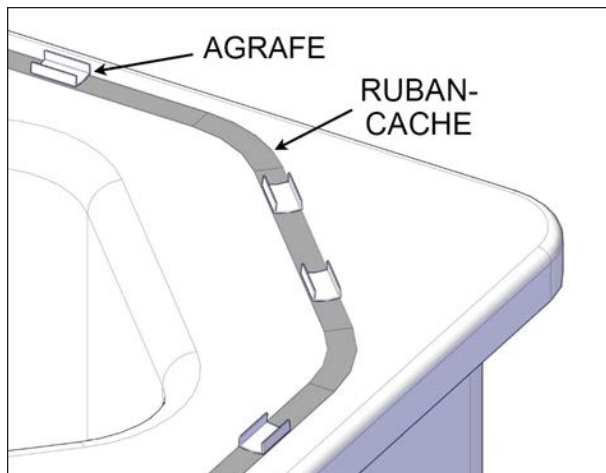
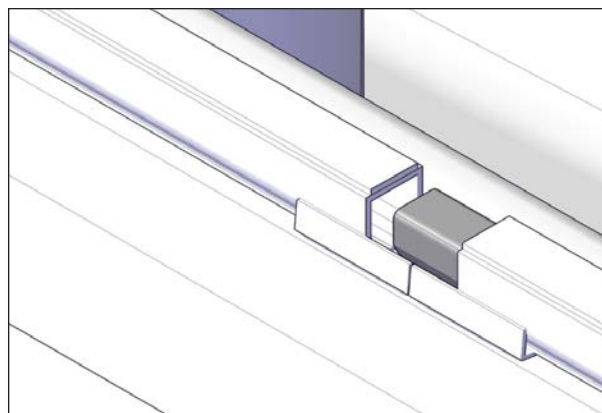
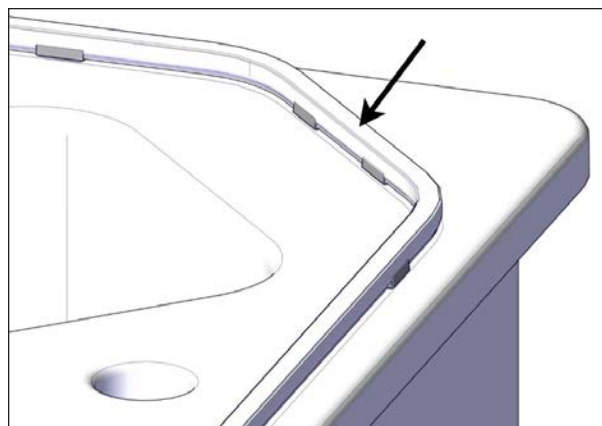

FIGURE 54: AGRAFES ET RUBAN-CACHE
FIGURE 55: CONNEXION DU JOINT
FIGURE 56: INSTALLATION DU JOINT
4. Poser le ruban-cache tout autour du spa à l'endroit où le joint d'étanchéité sera installé. Idéalement, le joint doit être placé le plus près possible du rebord inférieur du spa sur une surface plane, voir Figure 54.
5. Le nombre d'agrafes fournies est limité. Installer temporairement les agrafes tout autour du spa pour s'assurer d'une bonne distribution (ne pas coller maintenant). Le rayon minimal pour les coins est de 10 cm (4 po), voir Figure 54. Garder deux agrafes pour la connexion des bouts du joint tel que montré dans la Figure 55. Une fois la distribution terminée, coller les agrafes en place (sur le ruban si applicable).
6. Le départ du joint est sur le côté opposé à l'entrée du spa. Installer deux agrafes à l'endroit où les deux bouts du joint vont se rejoindre et où sera installé la connexion du joint, voir Figure 55.
7. Installer le joint d'étanchéité avec la surface adhésive orientée vers le couvercle, voir Figure 55 et Figure 56.
9. Insérer la pièce de jonction du joint d'étanchéité fournie dans les deux extrémités du joint d'étanchéité. L'utilisation de ruban-cache pour retenir les deux extrémités ensemble est recommandée, voir Figure 55.